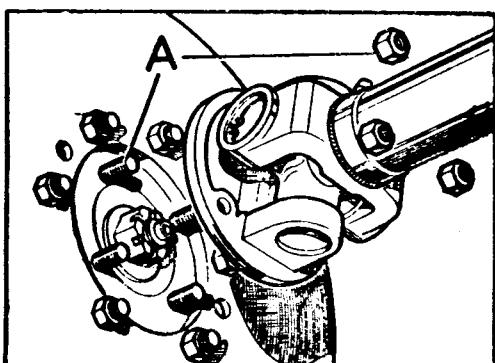

Fig. D-3 Posición del árbol de transmisión (acoplamiento a la brida de salida de la caja reductora)
- 1.2. Soltar el árbol de transmisión en su unión a la caja reductora (Fig. D-3), o a la caja del eje de salida, según corresponda.